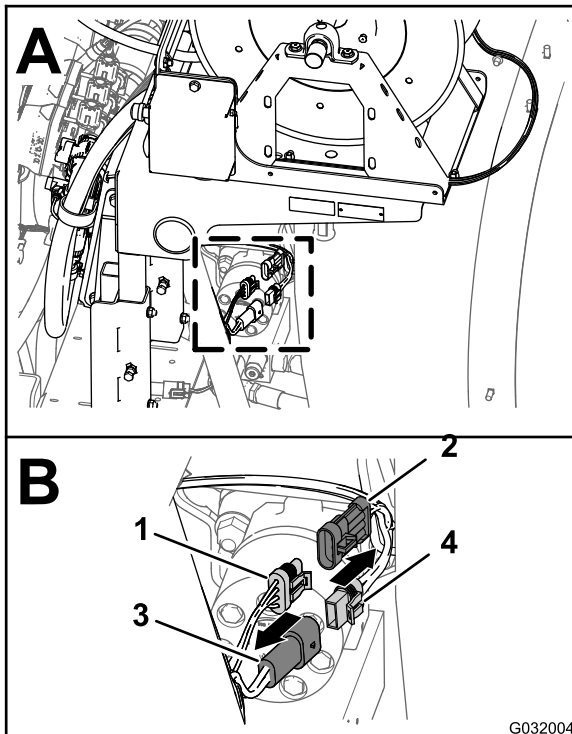

Figura 3
1. En la parte trasera de la máquina, localice el arnés de cables del kit de carrete de manguera eléctrico, en la parte trasera del depósito del fumigador (Figura 3, A).
2. Desconecte el conector hembra de 2 vías del arnés para el carrete de manguera eléctrico del conector de 2 pines del arnés de cables principal trasero (B en Figura 3).
conector hembra de 3 vías del arnés de cables principal trasero (B en Figura 3).